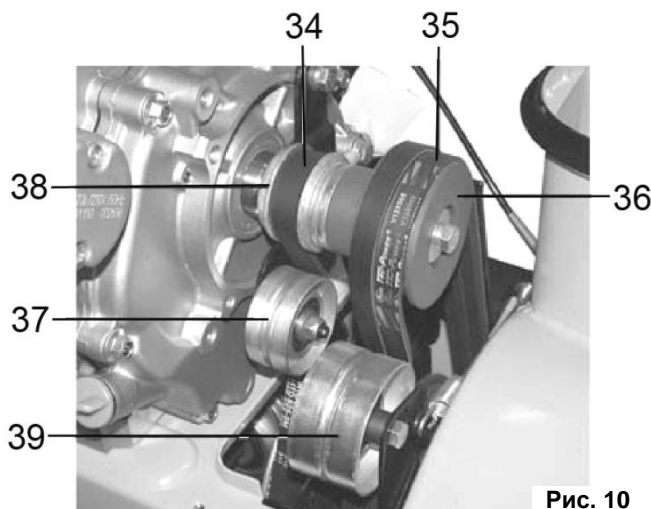

Рис. 10
- Ремни должны быть установлены без перекосов. Натяжение ремней (34;35) происходит путем регулировки хода натяжных роликов (36;37;38;39) (См. Рис.10).